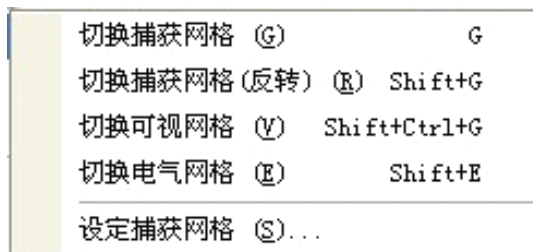

图 2-5-9 格点切换菜单
(2) 单击【查看】/【网格】菜单命令,或单击鼠标右键,在弹出的快捷菜单中选择【网格】菜单命令,即可弹出用于格点设置的所有子菜单命令,如图 2-5-9 所示。